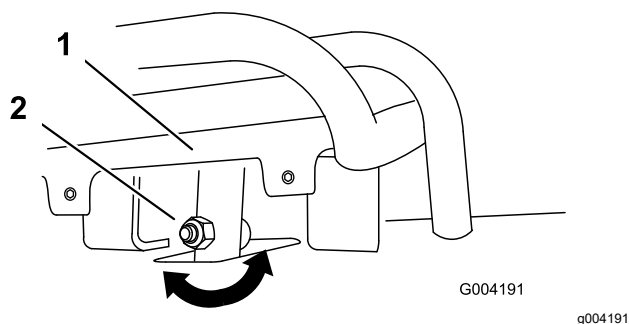
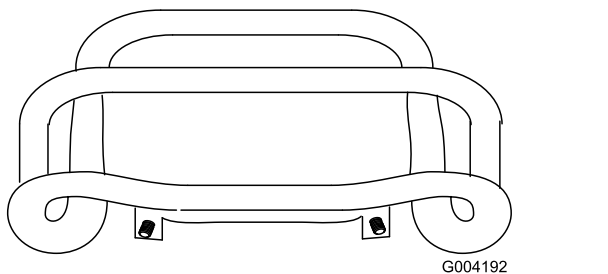

Figura 55
Figura 56
4. Si la parte delantera del control de tracción no queda enrasada con y paralela a la barra de referencia, afloje la tuerca y el perno del tubo del control de tracción (Figura 55).
5. Ajuste el control de tracción hasta que quede enrasado con la barra de referencia al tirar del mismo hacia atrás del todo (Figura 55 y Figura 56).
- C. Afloje la tuerca con arandela prensada y el perno del tubo del control de tracción (Figura 55).
- I. Ajuste el control de tracción hasta que quede enrasado con la barra de referencia al tirar del mismo hacia atrás del todo (Figura 55 y Figura 56).